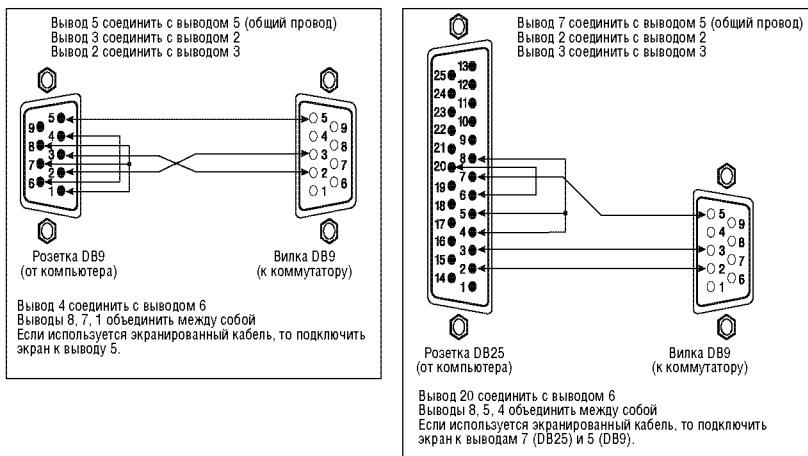

Рис. 4. Подключение компьютера без использования нуль-модемного адаптера
- Соедините разъем последовательного порта компьютера с разъемом DB9 RS-232 на задней панели VS-5x5 в соответствии со схемой на рис. 4 (показаны случаи использования на компьютере 9- и 25-контактного разъема):